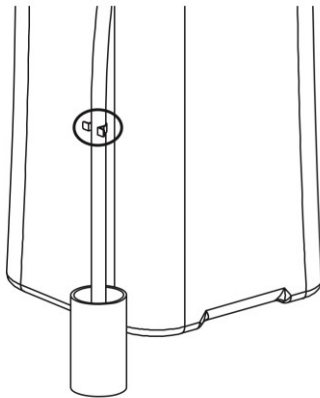

Fig. 1
- Controleer na het voltooien van de installatiestappen in stap 4 of de bypass in de bedrijfsmodus "Watertoevoer" staat (fig. 1). Als de bypass niet in de bedrijfsmodus "Watertoevoer" staat (fig. 2), trek dan de drukstang in deze bedrijfsmodus (fig. 1).
- Behandeling van bypasskleppen in speciale gevallen: Bij een apparaatstoring of andere bijzondere omstandigheden kan de bypassklep van de machine in de modus "Bypass" worden gezet (duw de trekstang in de overeenkomstige stand zoals afgebeeld in Fig. 2). U kunt tijdelijk rechtstreeks gebruik maken van de gemeentelijke watervoorziening. Zodra de storing of het probleem is verholpen, zet u de bypassklep in de bedrijfsstand (duw de trekstang in de stand zoals getoond in Fig. 1) om de toevoer van schoon water te herstellen.